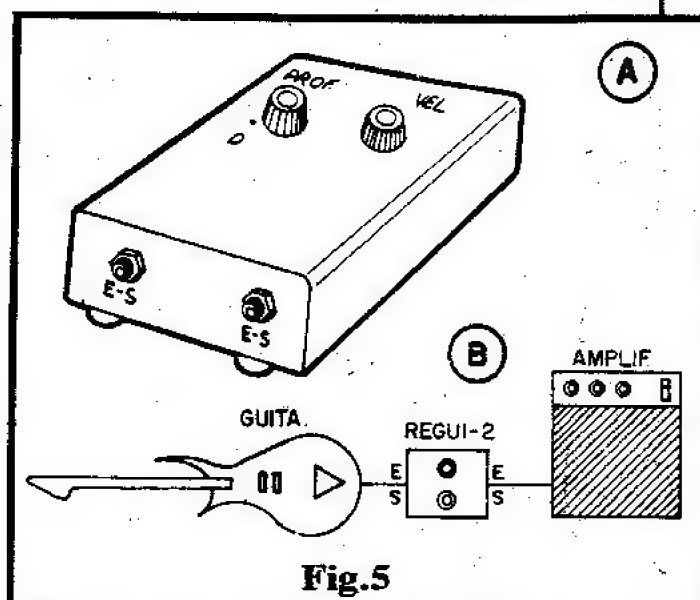

Fig.5
- **FIG. 5 - SUGESTÃO PARA A CAIXA - UTILIZAÇÃO** - O "ambiente" nos locais de ensaio, e mesmo nos palcos, costuma ser